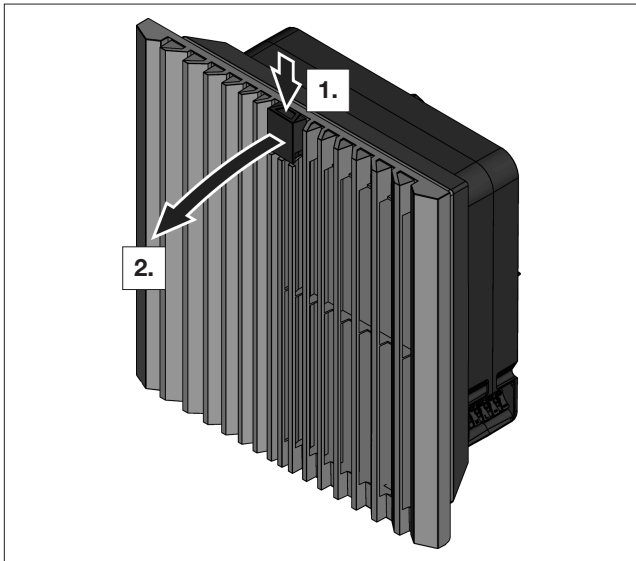

図14: プラスチックルーバーのロック解除
- プラスチックルーバーを解錠するには、機能ロゴ(ロゴ付きノブ)を上から押してください(図14を参照)。